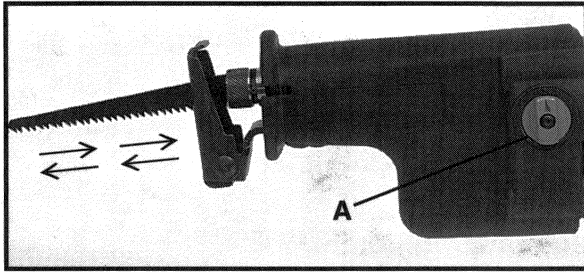
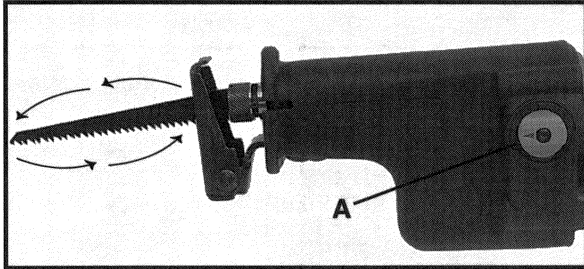

Fig. 6
Fig. 7
Le modèle 739 est pourvu d'une lame à deux mouvements : vous avez le choix entre un mouvement alternatif droit, comme illustré à la Fig. 6, ou un mouvement orbital comme illustré à la Fig. 7. Le mouvement alternatif droit doit être utilisé pour toutes les opérations de coupe des métaux, et pour les applications de coupe du bois là où le fini importe davantage que la vitesse. Le mouvement orbital sert à la coupe rapide du bois.
Pour régler la scie au mouvement alternatif droit : tournez le bouton (A) Fig. 6, en sens horaire, de manière à ce que la barre soit verticale (flèche dirigée vers I), comme illustré à la Fig. 6.
Pour régler la scie au mouvement orbital : tournez le bouton (A) Fig. 7, en sens anti-horaire, de manière à ce que la barre soit horizontale (flèche dirigée vers II), comme illustré à la Fig. 7.